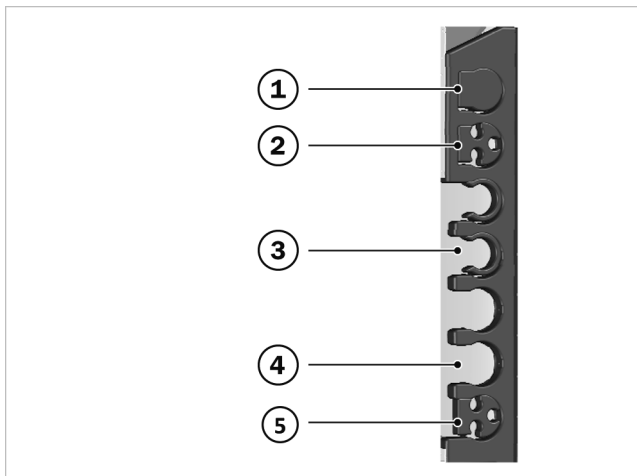

Abb. 45: Einsätze der Rohrdurchführungen
- Das andere Ende mit einer 3er Reduzierung (vgl. → Abb. 45, 2) durch eine Rohrdurchführung, wahlweise an der linken oder rechten Gestellseite, verlegen, auf ein ausreichendes Gefälle achten.
2. Gasleitung mit Hilfe einer 3er Reduzierung (vgl. → Abb. 45, 2) durch eine der oberen Rohrdurchführungen, an linker oder rechter Gestellseite, herausführen.